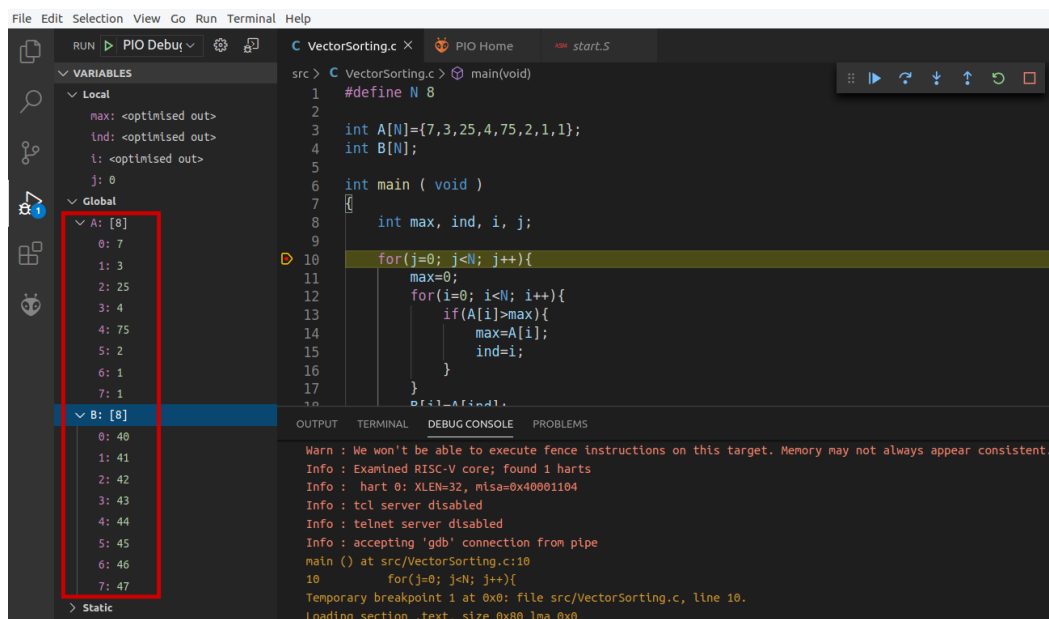

图72. 执行在程序开始时停止
3. 在第10行放置一个断点并开始调试。执行将在for循环开始时停止（图72）。展开调试器侧边栏中的“VARIABLES”（变量）部分，然后分析A和B数组的值（如图72中红色突出显示部分所示）。